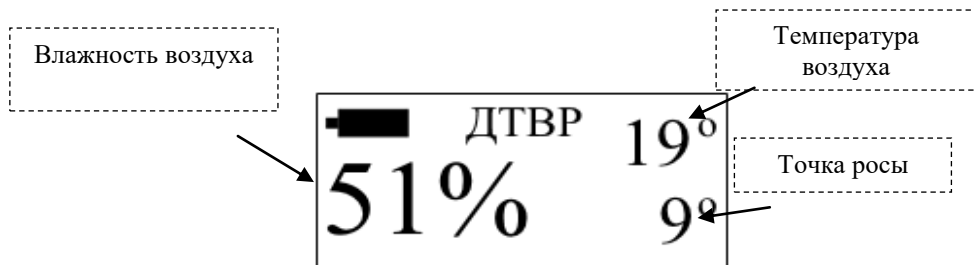

Рисунок 2.12 – Графический индикатор при измерении преобразователем ДТВР
4. На индикаторе отображаются результат измерений (рис. 2.12).